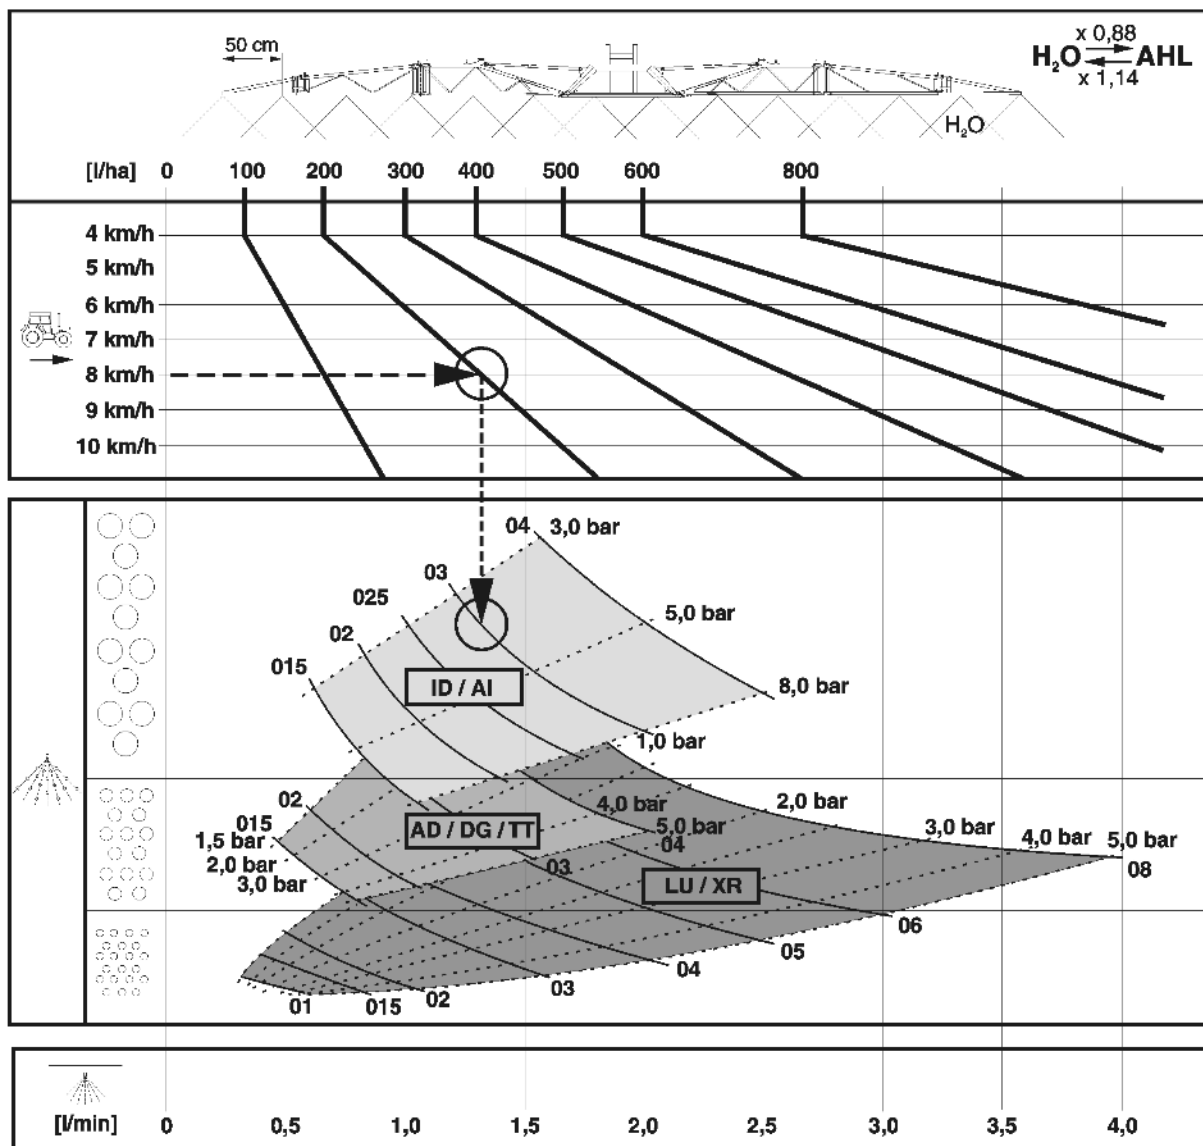

Fig. 189
- Die Fig. 189 dient zur Auswahl des geeigneten Düsentyps. Der Düsentyp wird bestimmt durch
4. Wechseln Sie in die Spritztabelle (Fig. 189).